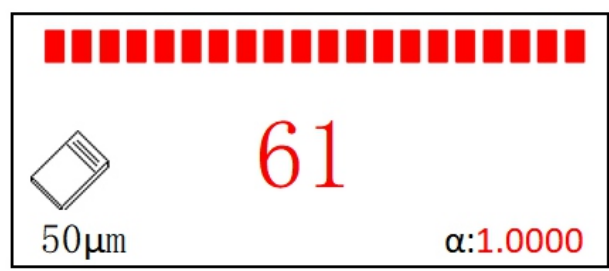

Abbildung 32: Kalibrierung fehlgeschlagen
- Wenn der Fortschrittsbalken vollständig rot wird (Abbildung 32), ist die Kalibrierung fehlgeschlagen. Bitte führen Sie erneut eine Nullpunktkalibrierung durch und wiederholen Sie anschließend die Kalibrierung.